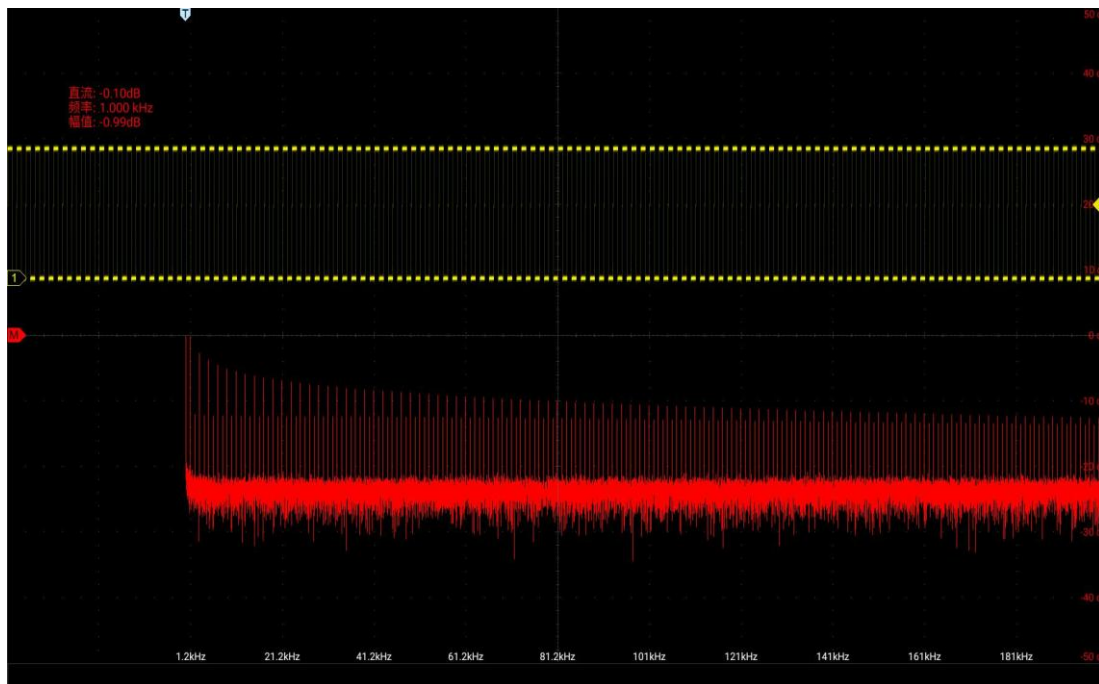

Рисунок 9-3. Окно БПФ
- 2) Нажмите на тип спектра «Line/Decibel» **FFT**, чтобы открыть окно функции БПФ (см. рисунок 9-3. Окно функции БПФ).